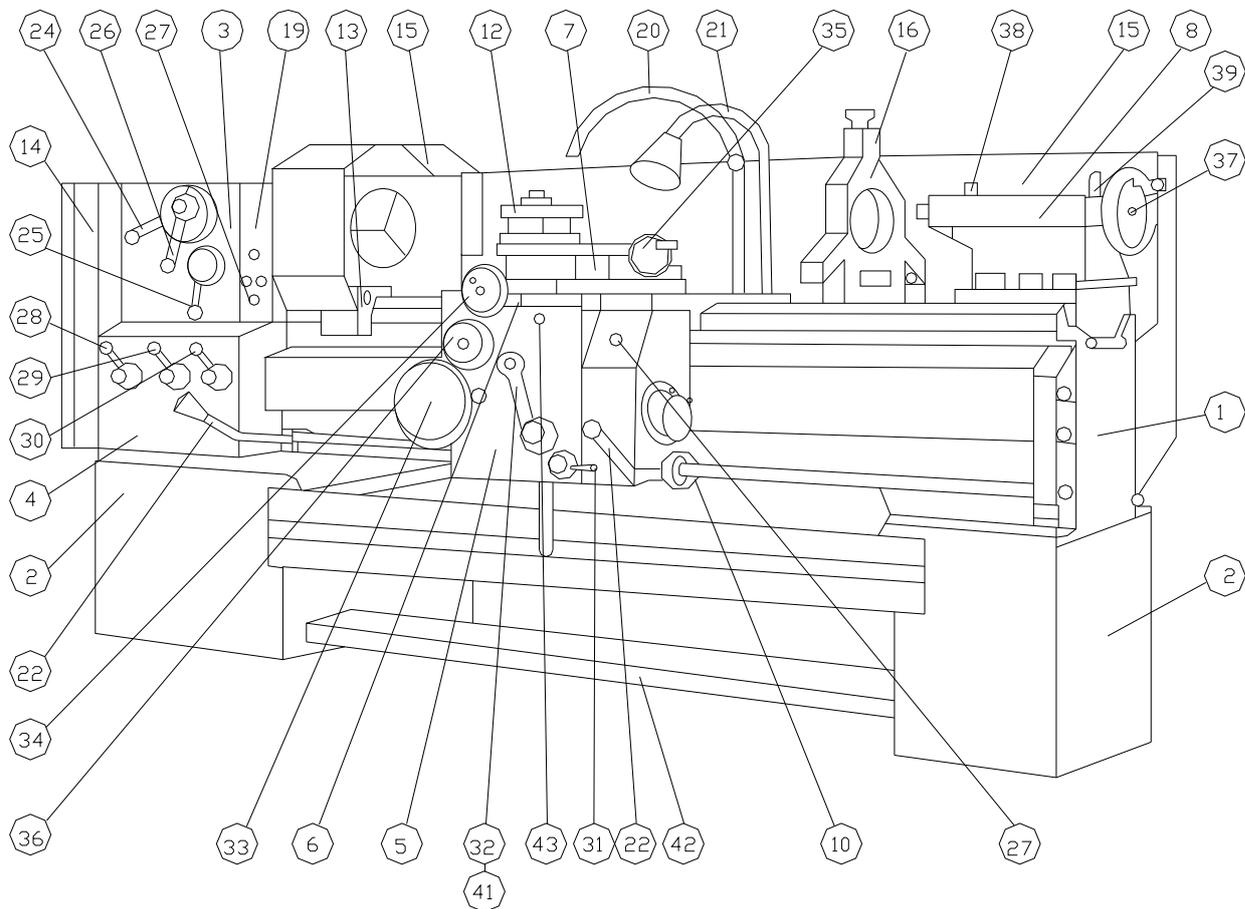
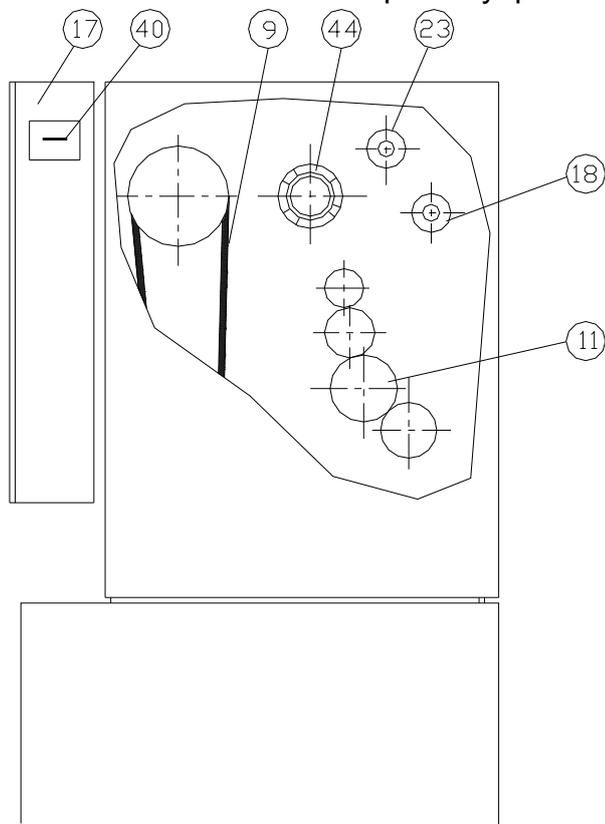

Рис.4-1. Основные части и органы управления
Рис.4-2. Основные части и органы управления
На Рис.4-1 и Рис.4-2 показаны основные части и органы управления станка
Диск, на рис.4-3 и рис.4-5, находящийся на лицевой стороне коробки скоростей и управляемый рукояткой 24 рис.4-1, имеет четыре фиксированных положения. Сектор диска, в котором находятся требуемые обороты, устанавливается левее или правее вертикальной линии в зависимости от того где находится фиксированное положение диска.
Рукояткой 26, рис.4-2, имеющей два фиксированных положения, указатель устанавливается в направлении к соответствующему сектору.
Ступица, рис.4-6, управляемая рукояткой 25, рис.4-1, снабжена тремя цветовыми индикациями (зеленой, красной и синей) рис.4-6. Цвет на фоне требуемой оборотной ступени устанавливается напротив стрелки на табличке.
Запуск и остановка шпинделя для вращения в прямом или обратном направлении производится рукояткой 22 рис.4-1.
- **Механизм для нормального и увеличенного шага, левой и правой резьбы:** он расположен в коробке скоростей поз.3 рис.4.2 и его настройка производится рукоятками – поз.23 и 18;
- **Гитара, рис.4-2 поз.11:** ее настройка производится путем перемещения самого нижнего зубчатого блока, согласно рис.4-7; 4-8; 4-9 и 4-10 или табличке, установленной на лицевую часть коробки скоростей;
- **Коробка подач позиция 4 рис.4.1:** ее настройка производится рукоятками 28 и 29 на шаг резьбы или подачу и рукояткой 30 на вид резьбы и подачу;
- **Коробка суппорта:** автоматическое движение подач суппорта осуществляется ведущим валом и суппортным механизмом. Включение и выключение продольной или поперечной подачи суппорта производится рукояткой 32 рис.4-1. Направление, в котором перемещается рукоятка, соответствует направлению движения суппорта.
Движение суппорта при нарезании резьбы осуществляется через ведущий винт и разъемную гайку коробки суппорта. Зацепление разъемной гайки к ведущему винту производится посредством рукоятки 31 рис.4-1.
Управление суппорта при зацепленной гайке производится через рукоятки 22 рис.4-1.
Включение быстрого хода суппорта производится установкой рукоятки 32 рис.4-1 на автоматическую подачу в желаемом направлении движения и нажатием кнопки 41 рис.4-2 для включения электродвигателя. Коробка суппорта оснащена обгонной муфтой, которая обеспечивает включение суппорта на быстрый ход как при выключенном, так и при включенном движении коробкой подач.
- Задайте обороты и оборотный обхват ручками 24, 25 и 26 рис.4-1 и согласно табличке для резьбы;
- Рукояткой 23, рис.4-2 задайте механизму нормальный или увеличенный шаг;
- Рукояткой 18, рис. 4-2 задайте направление (левая или правая резьба);
- Настройте самый нижний зубчатый блок гитары на поз.11 рис.4-2 согласно табличке для резьбы;
- Задайте множительный механизм рукоятки 28, рис.4-1 согласно табличке для резьбы (А;В;С;D) ;
- Задайте избирательный механизм рукояткой 29, рис.4-1 согласно табличке для резьбы (1, 2, 3, 4, 5, 6, 7 и 8);
- Задайте вид резьбы рукояткой 30, рис.4-1;
- Рукояткой 31, рис.4-1 произведите зацепление разъемной гайки к винту;
3. Через ременную шайбу вручную произведите вращение шпинделя таким образом, чтобы цифра 0 с таблички 44, рис.4-2 очутилась напротив указателя;
4. Установите рукоятку 18, рис.4-2 в нейтральном положении;
6. Включите рукоятку 18 рис.4-2;